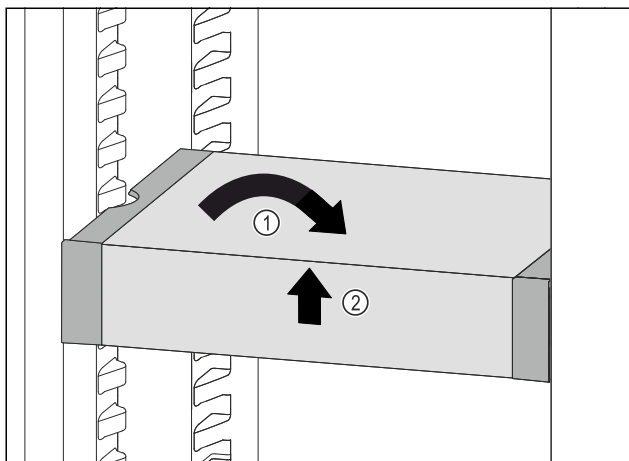

Fig. 55
- Установите VarioSafe прямо. Fig. 55 (1)
- Приподнимите VarioSafe спереди. Fig. 55 (2)